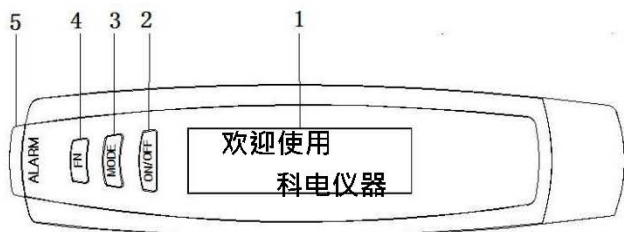

图 2.1.1 外形结构图
(1) 液晶屏；(2) “ON/OFF” 电源开关；(3) “MODE” 模式切换；(4) “FN” 功能键；(5) 报警指示灯；(6) 报警声孔；(7) 穿带孔；(8) 电池仓；
(9) 开关槽；(10) 开关环：开关电池仓的工具；(11) 系带。具体结构如图 2.1.1、2.1.2 所示。